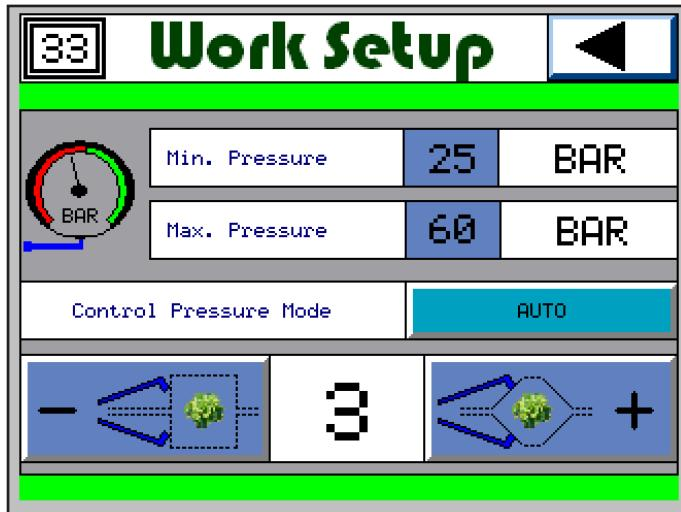
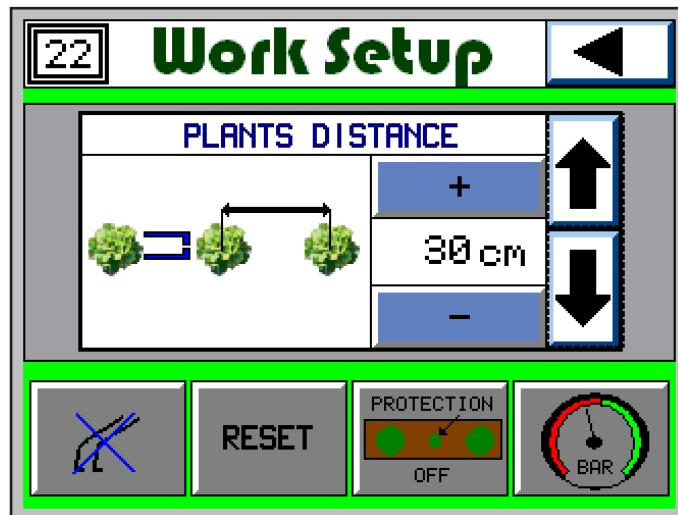

Fig. 2
Fig. 1
E) Pressure setup: press this button to enter the pressure setup page for the hydraulic circuit (Fig. 2).
Il y a deux niveau de protection (**LIGHT** et **STRONG**) (Fig. 1): c'est mieux activer le niveau **STRONG** (fort) seulement quand la lecture des plantes est très difficile.
E) Gestion de la pression: ce bouton vous permet d'accéder à la page de la gestion de la pression du circuit hydraulique (Fig. 2).
Existen dos niveles de protección (**LIGHT** y **STRONG**) (Fig. 1): se recomienda activar el nivel **STRONG** solamente cuando la lectura de las plantas sea particularmente difícil (la imagen que se visualiza en la página de regulación de la sensibilidad no es nítida ni regular).
E) Gestión de la presión: con esta tecla es posible acceder a la página de gestión de la presión del circuito hidráulico (Fig. 2).
Premendo  dalla pagina del menu lavoro “parametri di lavorazione” (Fig. 1) si accede alla pagina di gestione della pressione del circuito idraulico (Fig. 2).
- Premendo **(A)** si torna alla pagina del menu lavoro “parametri di lavorazione” (Fig. 1).
Press the button  in the “Work Parameters” page in the Work Menu section (Fig. 1) to enter the pressure of the hydraulic circuit setup page (Fig. 2).
- Press the **(A)** button to go back to the “Work Parameters” page in the Work Menu section (Fig. 1).